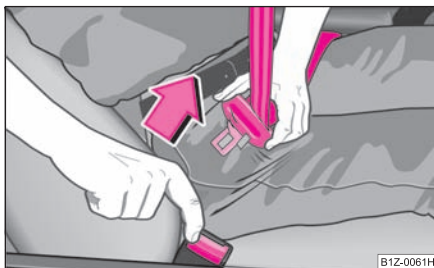

Fig. 119 Eliberarea elementului de prindere din dispozitiv
- Apăsați tasta roșie din dispozitivul de blocare ⇒ fig. 119. Elementul de prindere va sări singur sub acțiunea unui arc.